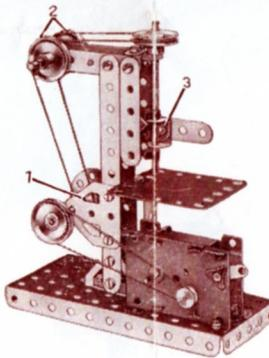

Fig. 3
Fig. 3 shows a method of driving a Rod that is not conveniently placed for a direct drive. The Motor is shown mounted in position on the base of a model Drilling Machine. A Driving Band of medium length is passed round the Motor pulley, and round a  $\frac{1}{2}$ " Pulley Wheel. The Rod carrying the  $\frac{1}{2}$ " Pulley is fitted with the  $\frac{1}{2}$ " Pulley 1 that is supplied with the Motor. A long Driving Band passes round the Pulley 1 and over two guide Pulleys 2, before passing round the  $\frac{1}{2}$ " Pulley at the head of the Rod representing the drill. It is necessary for one of the guide Pulleys to be free on its Rod, as the two rotate in opposite directions. The free Pulley is retained on the Rod by a Spring Clip.
Fig. 3 visar ett sätt att driva en axelstång, som ej är lämpligt placerad för direkt drift. Motorn visas monterad på basen av en borrmaskinsmodell. Ett gummiband med mellanlängd drages runt motorns linjhjul och ett 25 mm. linjhjulet. Axelstången, som uppbrås den 25 mm. linjhjulet, bär det 12 mm. linjhjulet 1, som tillhandahålls med motorn. Ett långt gummiband passerar runt linjhjul 1 och över två ledande linjhjul 2 innan det går runt det 25 mm. linjhjulet vid toppen av stången som föreställer borren. Ett av ledande linjhjulen måste vara fritt på sin stång, då de två roterar i motsatta riktningar. Det fria linjhjulet hålls fast på stången med en fjäderklammar.
La fig. 3 montre le moyen d'actionner une Tringle qui n'est pas accessible pour une transmission directe. La gravure nous montre le Moteur monté sur la base de modèle d'une Perceuse. Une bande élastique de longueur moyenne est passée autour de la Poulie du Moteur, ainsi qu'autour d'une Poulie de 25 mm. La Tringle portant la Poulie de 25 mm. est munie de la Poulie de 12 mm. I qui est fournie avec le Moteur. Une longue bande élastique passe dessus la Poulie I et deux Poulies guides 2, avant de passer autour de la Poulie de 25 mm., montée à l'extrémité supérieure de la Tringle représentant le foret. Une des poulies guides doit être folle sur sa Tringle, les deux Poulies tournant dans des sens contraires. La Poulie folle est maintenue en position à l'aide d'une Clavette.
En Fig. 3 se verá un método de impulsar una Varilla que no está en posición conveniente para una directa trasmisión. Se ve el Motor montado en posición en la base de un modelo de una Máquina Taladradora. Se pasa una correa de goma de largo mediano alrededor de la Polea motor y también alrededor de una Polea de 25 mm. La Varilla que soporta la Polea de 25 mm. sostiene la polea de 12 mm. I que va suministrada con el Motor. Una correa larga de goma pasa alrededor de la Polea 1 y alrededor de dos Poleas de guía 2, antes de pasar por la polea de 25 mm. en la parte superior de la Varilla que representa el taladro. Es necesario que una de las Poleas de guía esté libre en su Varilla pues las dos giran en sentido contrario. Una Abrazadera de resorte mantiene la Polea libre en la Varilla.
Afb. 3 geeft de wijze van aandrijving van een as weer, die rechtstreeks minder gemakkelijk aan te drijven is. De motor is in de afbeelding gemonteerd op de voetplaat van de boormachine. Een rubberband (middennaam) is rond de motor-riemschijf en rond een  $\frac{1}{2}$  cm riemschijf gelegd. De as, waarop de  $\frac{1}{2}$  cm riemschijf zit, is verder voorzien van de 12 mm riemschijf 1, die bij de motor geleverd wordt. Een lange rubberband loopt rond de schijf 1 en over twee riemschijven 2, alvorens rond de  $\frac{1}{2}$  cm riemschijf, gelegd te worden bovenaan de stang, die de boor voorstelt. Het is beslist nodig één der riemschijven los op de as te laten lopen, aangezien deze twee schijven in tegengestelde richtingen draaien. De losse riemschijf wordt op de as gehouden door een veerclip.
La Fig. 3 illustra come si può trasmettere il movimento ad una puleggia che non è raggiungibile con una trasmissione diretta. L'illustrazione mostra il Motorino applicato alla base di un modello di Trapano. Una trasmissione elastica di media lunghezza collega la puleggia motrice del Motorino con una puleggia di mm. 25. L'asse che porta quest'ultima puleggia è munito anche della puleggia 1 di mm. 12 che fa parte del corredo del Motorino. Una trasmissione elastica di giusta lunghezza è fatta passare attorno alla puleggia 1 e sopra le due puleggi guida 2 di mm. 25, e in ultimo è fatta passare attorno alla puleggia di mm. 25 fissata all'estremità superiore dell'asse raffigurante il trapano. Le due puleggi guida 2 girano in senso contrario l'una all'altra e quindi una di esse deve essere fissa sul proprio asse, tenuta a posto da un fermaglio a molla.
Abbildung 3 zeigt die Antriebsweise einer Welle, welche liegt so dass ein direkter Antrieb nicht gut möglich ist. In diesem Falle sehen wir den Motor in Position auf der Bodenplatte einer Modell-Bohrmaschine. Ein Gummiring mittlerer Länge ist um die Motorenriemscheibe sowie um ein 2.5 cm Riemscheibenrad gelegt. Die dieses Riemscheibenrad tragende 2.5 cm Welle ist mit der dem Motor beigefügten 1.3 cm Reserve-Riemscheibe (1) versehen. Ein langer Gummiring läuft um die Riemscheibe (1) und über zwei Führungsriemscheiben (2) ehe er um die am Kopfe der den Bohrer darstellenden Welle befindliche 2.5 cm Riemscheibe geführt wird. Es ist notwendig, dass eine der Führungsriemscheiben frei auf der Welle läuft, da beide sich in entgegengesetzter Richtung bewegen. Die freie Riemscheibe wird durch eine Federklammer auf der Welle gehalten.